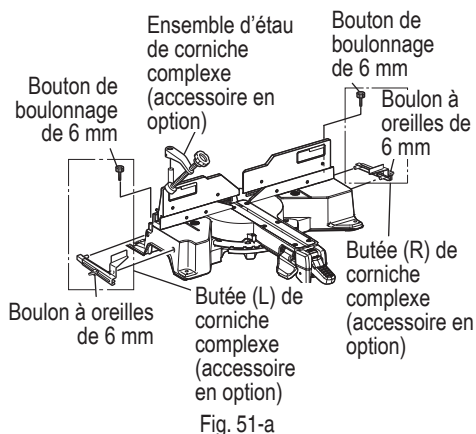

Fig. 51-a
- (1) Les butées (L) et (R) de corniche complexe (accessoire en option) permettent des coupes plus faciles de corniches complexes sans inclinaison de la lame de scie. Les installer dans le socle les deux côté à côté comme illustré sur la Fig 51-a. Après insertion, serrer les vis moletées de 6 mm pour maintenir en place les butées de corniche complexe.